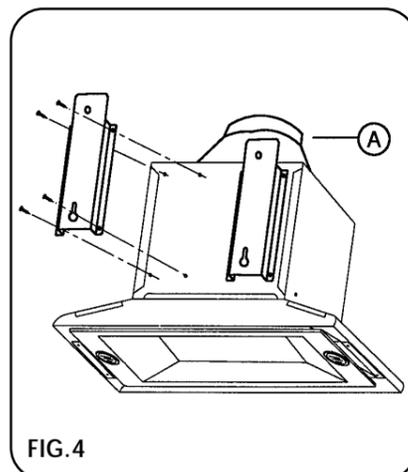

FIG.4
- Прикрепите две скобы как показано на рис.4.